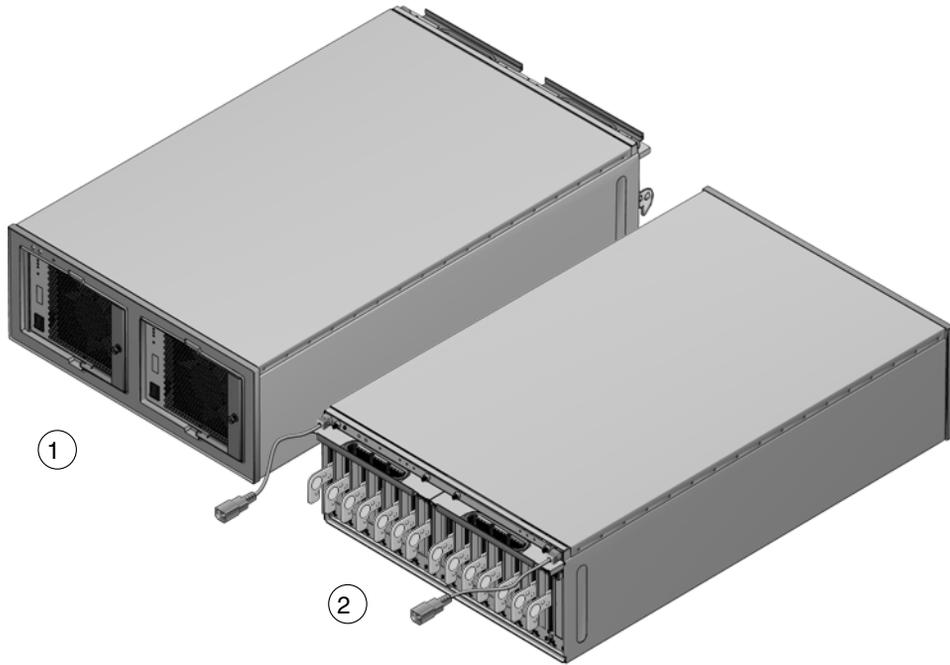

FIGURE 1-1 Vues avant et arrière de l'unité d'extension E/S externe
- La configuration à deux nacelles E/S en option (FIGURE 1-1) fournit douze emplacements.